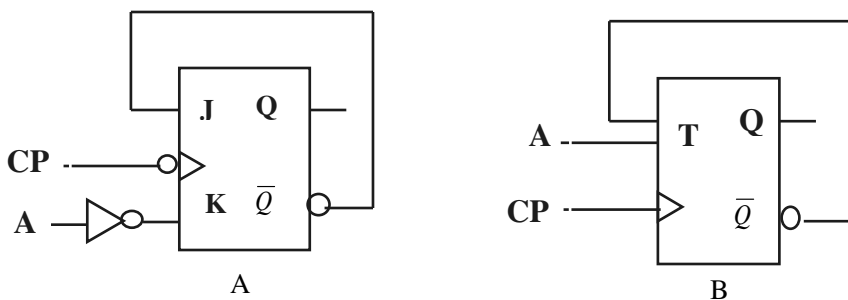

图 1
- 电路如图 1 所示，其中完成 $Q^{n+1} = \overline{Q^n} + A$ 电路是 ()。